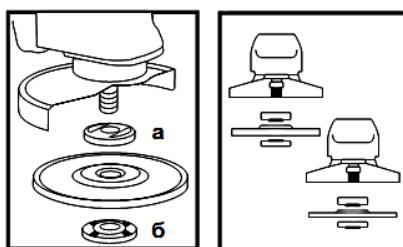

Рисунок 2
### 4.4 Встановіть на виріб абразивний шліфувальний або відрізний круг. Для цього натисніть на кнопку фіксації шпинделя (1) і поверніть шпиндель до фіксації. За допомогою вілочного ключа з комплекту виробу відверніть і зніміть затискну гайку (6) (див. рис. 2). Встановіть шліфувальний диск на посадкове місце фланцевої шайби (a) (рис. 2), накрутіть затискну гайку на шпиндель і затягніть її ключем з комплекту виробу.